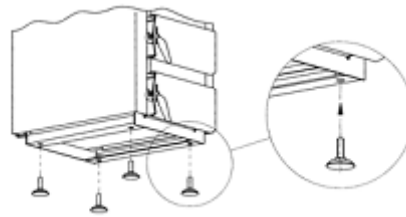

Рис. 5. Горизонтальне встановлення котла
- А. Котел разом з теплообмінником встановити на негорючій основі, використовуючи теплоізолюючу плиту більшу принаймні по 2 см. на сторону від бази котла. Якщо котел розміщений у підвалі, радимо поставити його на підмурівок висотою 5-10 см. Котел потрібно розмістити горизонтально і регулюючим шурупом визначити довжину опорної бази теплообмінника. Для горизонтального розміщення котла служать 4 ніжки, які можна вкрутити в отвори в основі котла (Рис.5).
Схеми інсталяції з використанням змішувальних клапанів і їхніми функціями представлено на рис. 5–7.